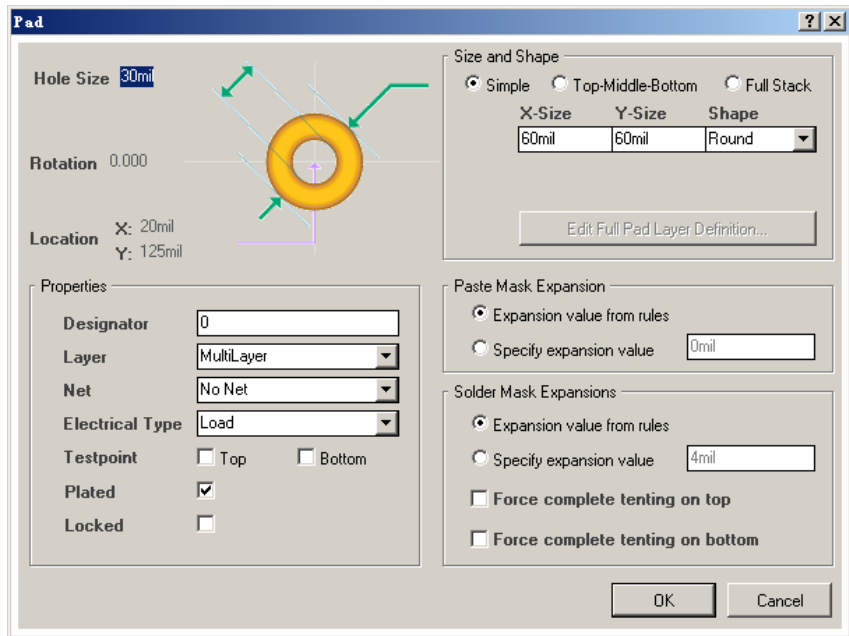

图 10.20 “Pad”对话框
(7) 单击工作区下部的“Top Layer”层标签，选择顶层“Top Layer”为当前编辑层。
(8) 单击工具栏中的布置焊盘工具按钮，单击键盘的“Tab”键，打开如图 10.20 所示的“Pad”对话框。